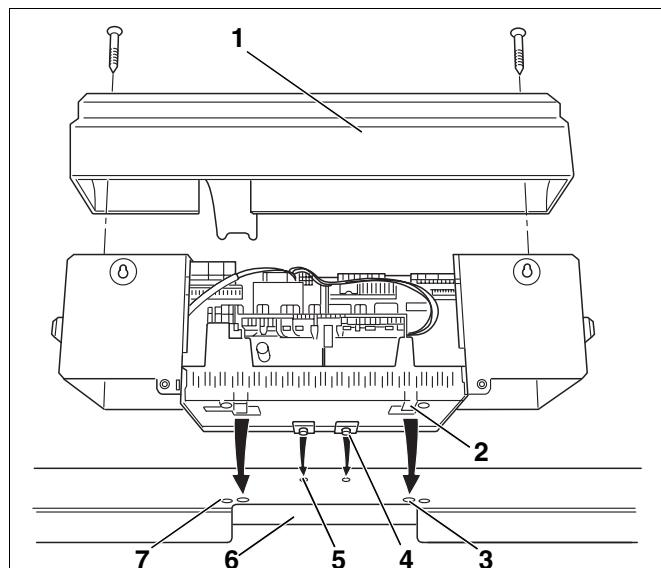

Рис. 34 Установка системы управления
На рис. 34 изображен вид сзади системы управления и передней крышки (рис. 34, **поз. 1**).
- Ослабить два винта на крышке (рис. 34, **поз. 1**). Снять крышку, приподняв ее вверх.
- Вставить крюки (рис. 34, **поз. 4**) системы управления в овальные отверстия передней крышки котла (рис. 34, **поз. 5**).
- Систему управления сдвинуть вперед и затем откинуть назад. Эластичные крюки (рис. 34, **поз. 2**) должны войти сзади в прямоугольные отверстия передней крышки котла (рис. 34, **поз. 3**).
- Цоколь системы управления закрепить слева и справа от прохода для кабеля (рис. 34, **поз. 6**) к передней крышке котла двумя саморезами (рис. 34, **поз. 7**).
- Вновь установить крышку (рис. 34, стр. 37) на систему управления.
- Закрепить крышку системы управления винтами (рис. 34, стр. 37).